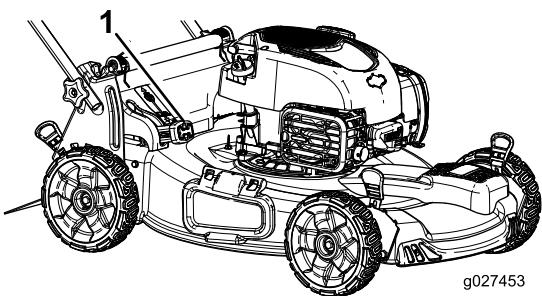

図 18
- **集草しながらの刈り込みをしたい場合には、レバーの頭部にあるボタンを押し込んでレバーを前に倒します。ボタンが飛び出して来ればセット完了です** 図 18。